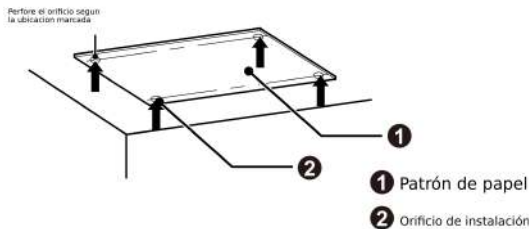
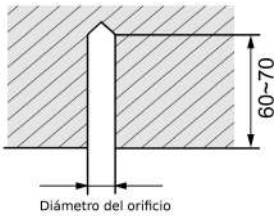

Fig.4.1.2
Fig.4.1.3
- 1) Pegue el cartón de referencia en la posición de instalación; perforo 4 orificios según la ubicación de los orificios en el cartón como se muestra en la Fig.4.1.2; el diámetro del orificio de perforación depende de el diámetro del perno de expansión y la profundidad es de 60-70mm, como se muestra en la Fig.4.1.3.